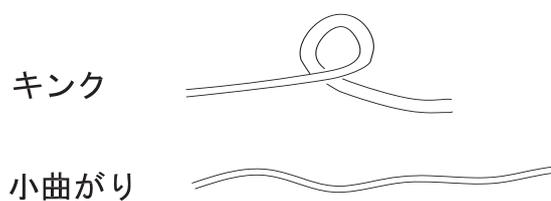

図 16
- 固定線の巻物をほどく際にキンク、小曲がりが生じないようにしてください。(14 ページ図 16 参照)